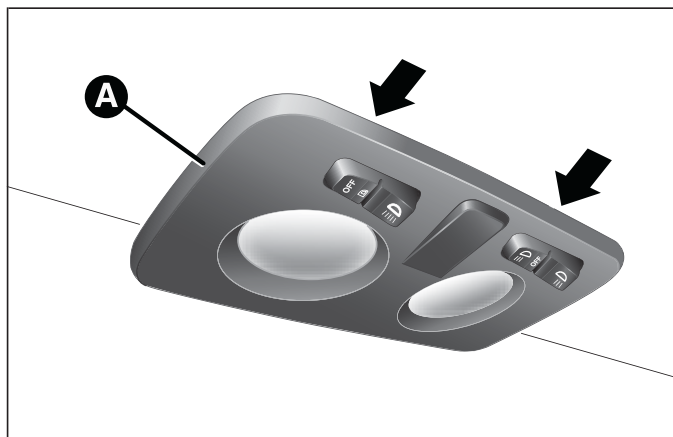
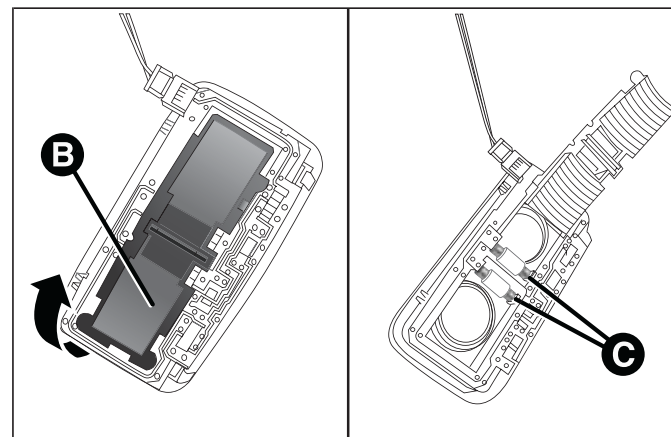

fig. 137
fig. 138
- rimuovere la plafoniera A fig. 137 agendo nei punti indicati dalle frecce;
- aprire lo sportellino B fig. 138, sostituire le lampade C svincolandole dai contatti laterali. Accertarsi poi che le nuove lampade risultino correttamente bloccate tra i contatti stessi;
- richiudere lo sportellino B fig. 138 e fissare la plafoniera A fig. 137 nella sua sede accertandosi dell'avvenuto bloccaggio.